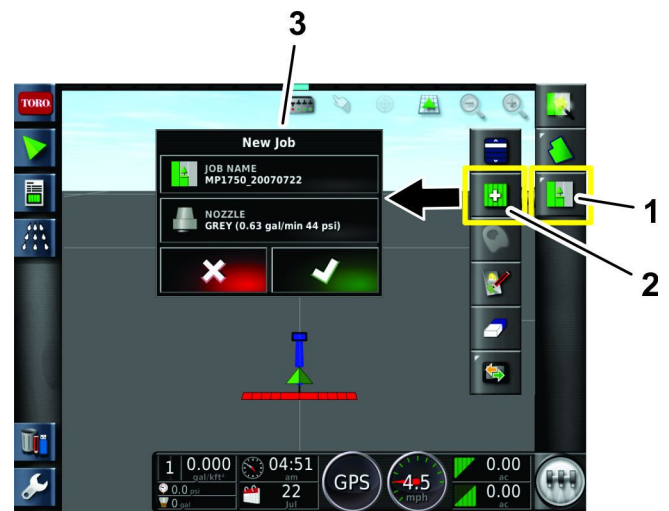

Figura 44
5. Pressione o ícone menu de serviços na parte superior direita da tela (Figura 44).
6. Digite um novo nome para o serviço ou mantenha a data/hora padrão (Figura 44).